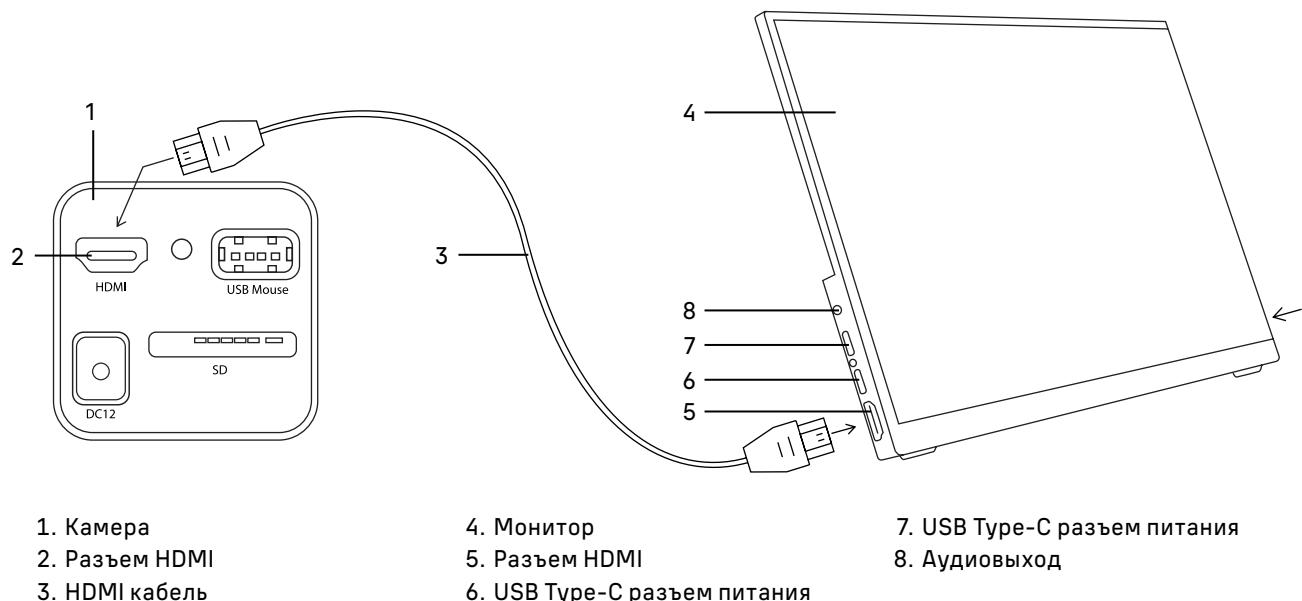

Рис. 12. Использование монитора
- Включите монитор нажатием нижней кнопки на боковой панели, как указывает стрелка (не показано на рис. 12).